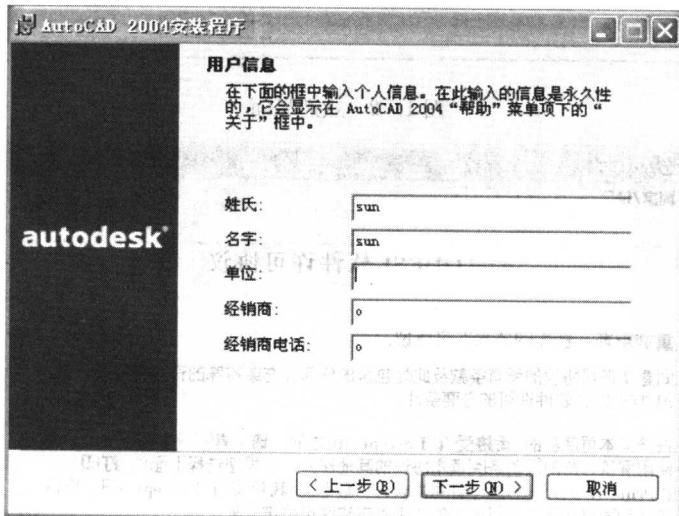

图 1—5 用户信息
(5) 填完信息后，单击“下一步”按钮，将出现如图 1—6 所示的选择安装类型对话框界面。